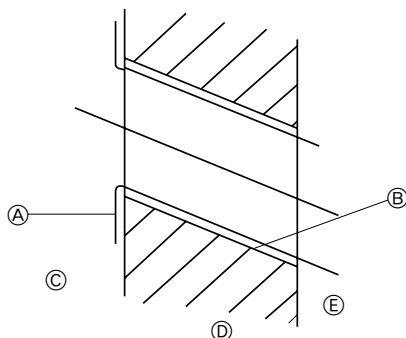

Fig. 3-3
2) Άνοιγμα οπής για τη σωλήνωση (Fig. 3-3)